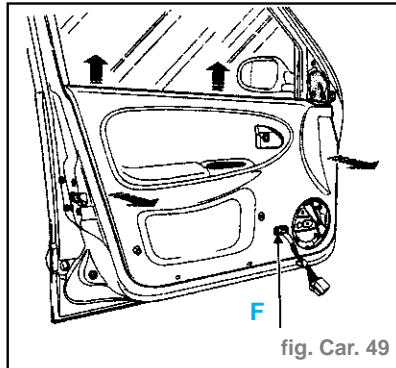

fig. Car. 49
- Sortir la garniture de son emplacement sur le lécheur intérieur de porte AV (fig. Car. 49).
- Dégager l'obturateur (F) pour passer les connecteurs en partie AR de la garniture.